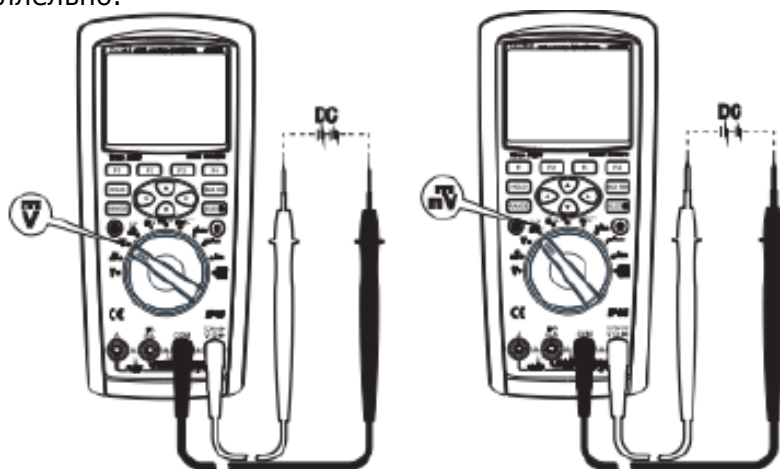

Рис.6
2) Установите поворотный переключатель в положение \bar{V} или $m\bar{V}$, как показано на рисунке рис.6 Подключите измерительные провода к тестируемому источнику питания или нагрузке параллельно.